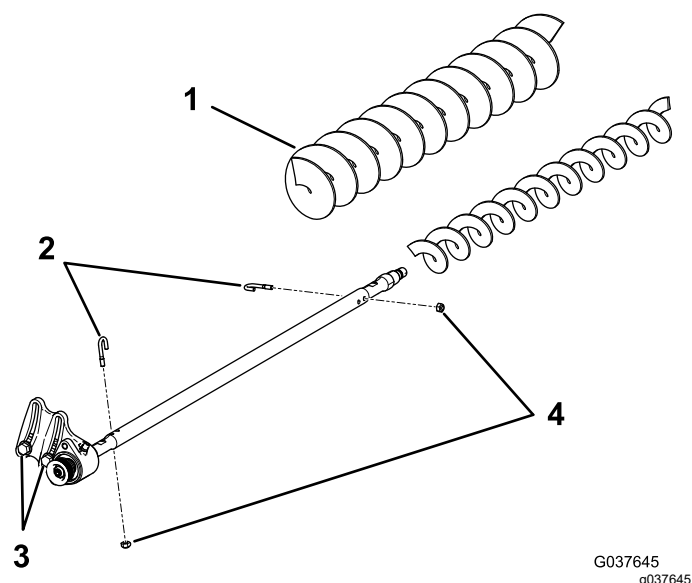

Figura 22
3. Retire los 2 pernos en J y las tuercas (Figura 22).
4. Retire el cepillo existente del eje del cepillo (Figura 22).
5. Afloje los 2 pernos, arandelas y tuercas que sujetan el alojamiento del cojinete del motor al soporte de montaje del alojamiento del cojinete (Figura 22).
6. Deslice el cepillo de altura de corte alta sobre el eje del cepillo (Figura 22).
7. Sujete el cepillo en el eje con los 2 pernos en J y tuercas que se retiraron anteriormente (Figura 22).